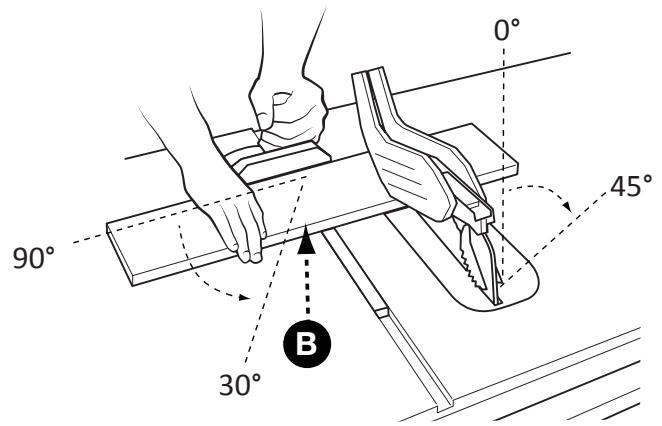

FIGURE 24
Les coupes transversales d'onglet sont pareilles aux coupes transversales sauf que l'angle de l'onglet (B) est réglé à un angle autre que 90° (figure 24).
Ceci est une combinaison de coupe transversale en biseau et d'onglet. Consultez la figure 24 et suivre les directives pour les coupes transversales en biseau et d'onglet. Utiliser la fente d'onglet à droite sur le côté droit de la lame pour toutes les coupes en biseau.